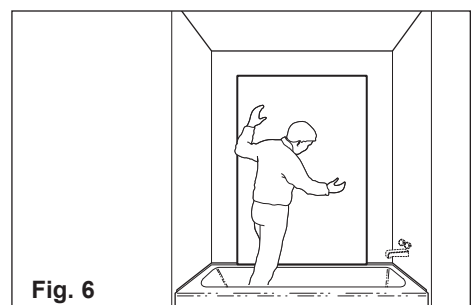

Fig. 6
- Apply adhesive to back (matte side) panel C and position panel on the back wall with the bottom of the panel resting securely on the rear rim of the tub. See **ADHESIVE INSTRUCTIONS** for installation procedure. **Fig. 6**
- Appliquer un cordon d'adhésif au dos (côté mat) du panneau de fond C et installer le panneau en suivant les marques de références et en s'assurant que son rebord inférieur repose uniformément sur le rebord de la baignoire. Suivre la procédure de **L'APPLICATION DEL'ADHÉSIF**. **Fig. 6.**
- Aplice un cordón de adhesivo al reverso del panel (lado mate) del fondo (C) e instale el panel basándose en las marcas de referencia y asegurándose de que su reborde inferior se asiente uniformemente sobre el reborde de la bañera. Siga el procedimiento de la **APLICACIÓN DEL ADHESIVO** (**Fig. 6.**)
6. Apply adhesive (on matte side) to end panels A **Fig. 6** and position panels on end walls with the bottom of the panels resting securely on the rear rim of the tub and within 3 mm of the front edge of the bathtub. See **ADHESIVE INSTRUCTIONS** for installation procedure.
6. Appliquer un cordon d'adhésif au dos (du côté mat) des panneaux de bout A. **Fig. 6.** Installer les panneaux A en alignant le rebord avant des panneaux à 3 mm (1/8 po) du rebord de la baignoire et en s'assurant que le rebord inférieur repose uniformément sur le rebord de la baignoire. Suivre la procédure de **L'APPLICATION DE L'ADHÉSIF.**
6. Aplique un cordón de adhesivo al reverso (del lado mate) de los paneles del extremo (A) (**Fig. 6**). Instale los paneles A alineando el borde delantero de los paneles a 3 mm (1/8") del borde de la bañera y asegurándose de que el reborde inferior se asiente uniformemente sobre el reborde de la bañera. Siga el procedimiento de la **APLICACIÓN DEL ADHESIVO.**